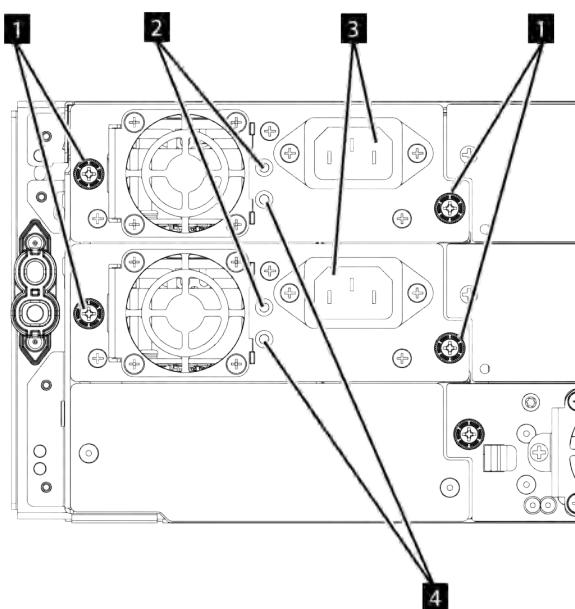

Figure 76. Alimentations
1. Si l'alimentation en courant alternatif est branchée au bloc d'alimentation et que la bandothèque est sous tension, le voyant blanc (2 dans Figure 76, à la page 178) et le voyant vert (4 dans Figure 76, à la page 178) sera allumé.